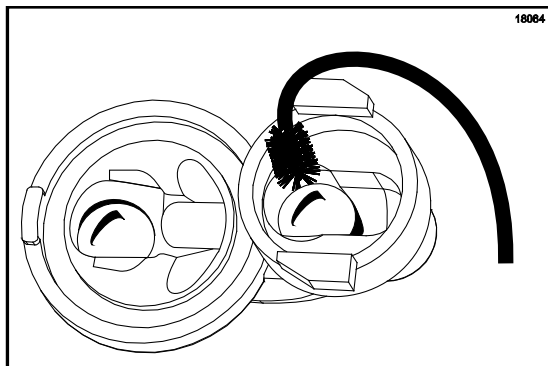

Figure 83
5. Insérer la brosse noire gainée dans le haut de la vanne de sortie. Frotter cette zone, particulièrement autour de la bille d'acier (Cf. Figure 83).